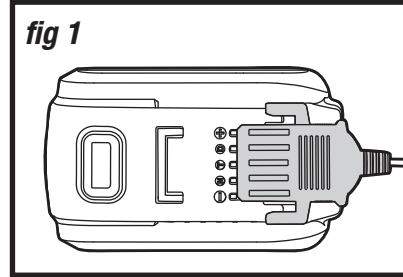

fig 1
## Comment charger la batterie (fig. 1)
2. Alignez les rainures du socle du chargeur avec les nervures de la batterie, puis faites glisser le socle du chargeur sur la batterie (fig. 1).